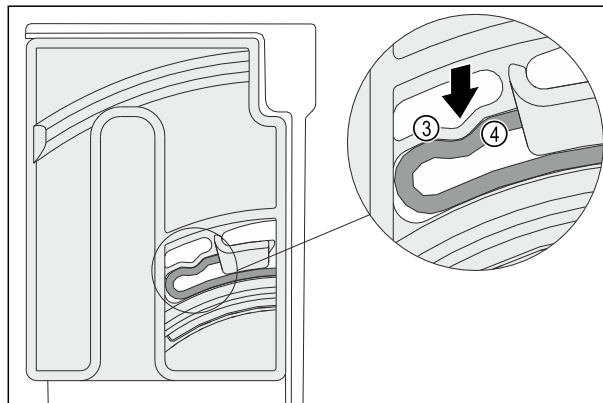

Fig. 121
- Elastický prvok Fig. 121 (3) otočnej jednotky počutelne zapadne do okrúhlej formy rebra Fig. 121 (4).